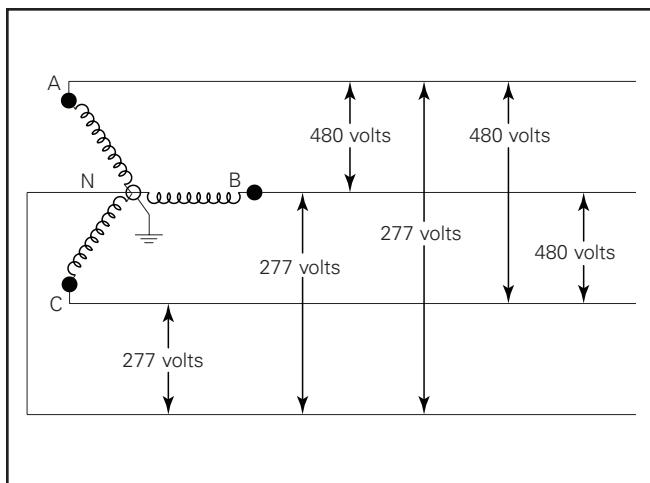

Figure 5. Câblage pour les systèmes en Y de 480 V
- Only for use with 480V Wye systems. Per NEC, not for use with ungrounded systems, impedance grounded systems or corner grounded systems (commonly known as Three Phase Three Wire Delta, Three Phase High Leg Delta and Three Phase Corner Grounded Delta systems). (Figure 5.)
2. Utilisez seulement avec les systèmes Wye de 480 V. Selon la NEC, à ne pas utiliser avec des systèmes sans mise à la terre, des systèmes à impédance et mis à la terre ou des systèmes mis à la terre sur phase (communément appelé systèmes triphasés à trois câbles, triphasé à colonne élevée et triphasés mis à la terre sur phase). (Figure 5.)